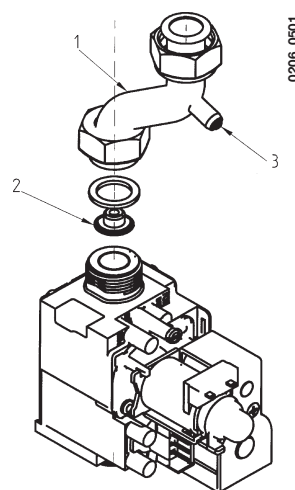

Figura 9b
- rimuovere il tubo alimentazione gas (1 di Figura 9b);
- sostituire l'ugello per diaframma montato sulla valvola del gas (2);
- collegare la presa di pressione positiva di un manometro differenziale, possibilmente ad acqua, alla presa di pressione (3) presente nel tubo di alimentazione gas (figura 9b).